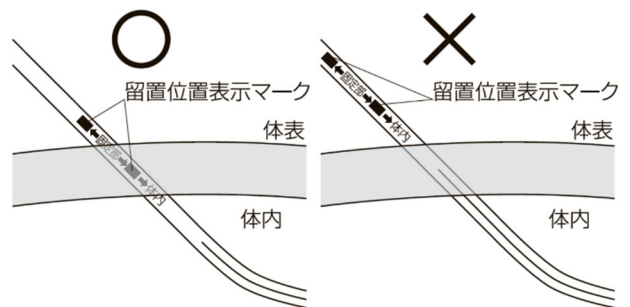

図11
- 1)ウインドドレナージチューブを体外へ引き出す際に、留置位置表示マークが「1個」のみ体表に出ていることを確認すること。マーキングが2個とも体表に出ていると、吸引部が体表に露出し、エアリークによる吸引特性の低下、および感染の危険性がある。(図11)